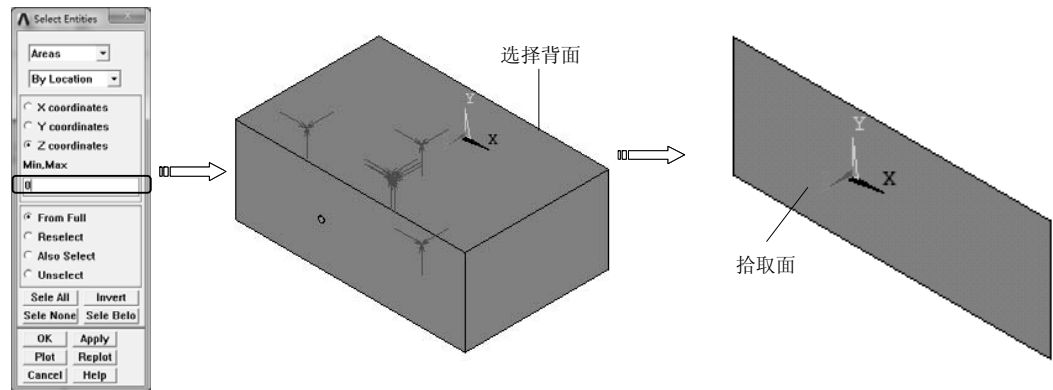

图 10-95 通过位置拾取面
- 10) 选择“Utility Menu>Select>Entities”命令，弹出“Select Entities”对话框，选择拾取对象为“Areas”，拾取方式为“By Location”，选中“Z coordinates”单选按钮，在“Min, Max”文本框中输入坐标值 0，单击“OK”按钮完成面选取，如图 10-95 所示。